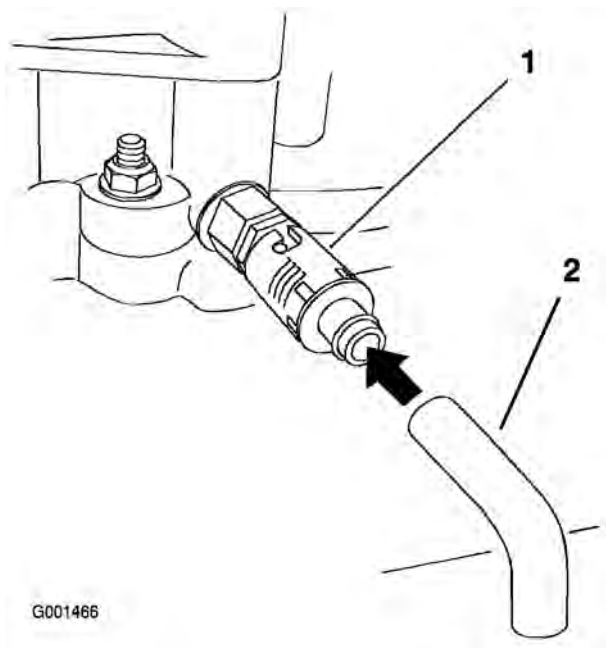

Figure 35
- Placez un bac sous le flexible de vidange. Tournez le robinet de vidange d'huile pour permettre à l'huile de s'écouler (Figure 35).
8. Enlevez le flexible de vidange (Figure 35).